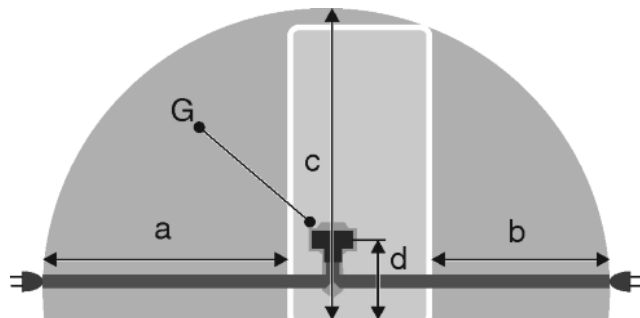

Fig. 21
- Vtičnica ni na območju zadnje strani naprave v podanem območju Fig. 21 (a, b, c).
- ▶ Vtič naprave Fig. 21 (G) vtaknite na zadnjo stran naprave. Pazite, da se pravilno zaskoči.